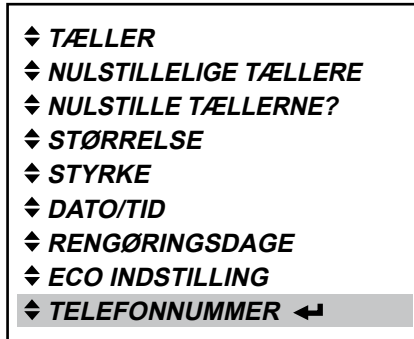

Fig. 40
- Tryk på enter-knappen ↵ for at gå ind i «TELEFONNUMMER»-menuen (fig. 40).